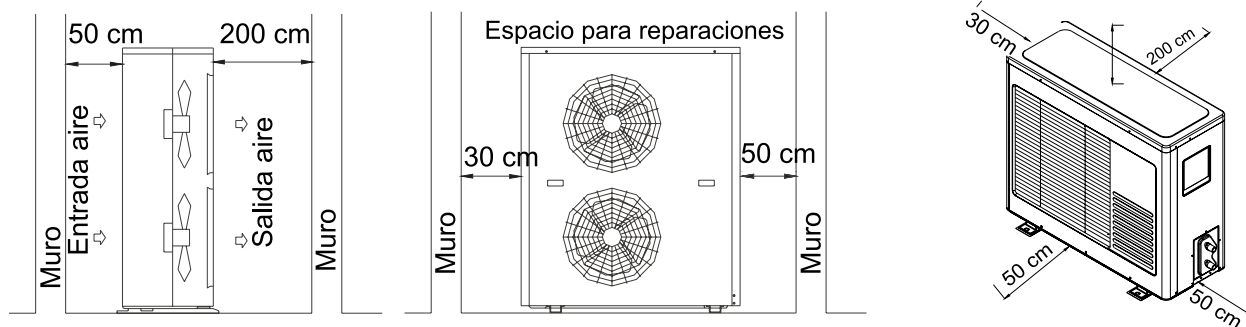

Fig. 1: Espacio para Instalación
- f. Asegure las distancias mínimas a las paredes o rejas (ver fig.1).